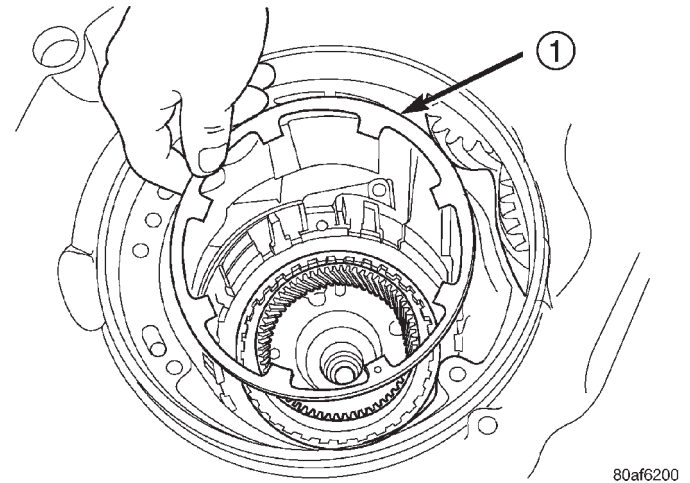

Fig. 37 Desmontaje del muelle de retroceso del embrague de 2-4
(29) Desmontaje del muelle de retroceso del embrague de 2-4 (Fig. 37).